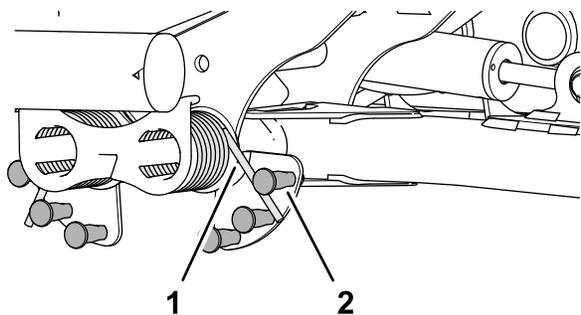

Figura 51
2. Inserite l'estremità lunga della molla di contrappeso in un tubo o in un oggetto simile e orientate la molla attorno al perno di spallamento nella posizione desiderata (Figura 51).